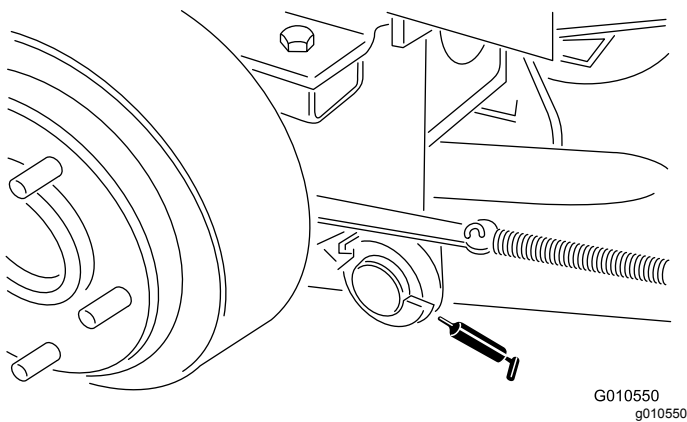

Figura 19
- Pivotes de los brazos de elevación traseros (2) (Figura 19)